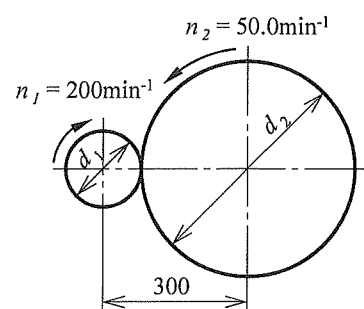

図4
- (7) 図4のような2軸の中心距離が  $300\text{mm}$  の外接円筒摩擦車がある。原動車の回転速度を  $200\text{min}^{-1}$ 、従動車の回転速度を  $50.0\text{min}^{-1}$  とするとき、従動車の直径を求めなさい。(8点)